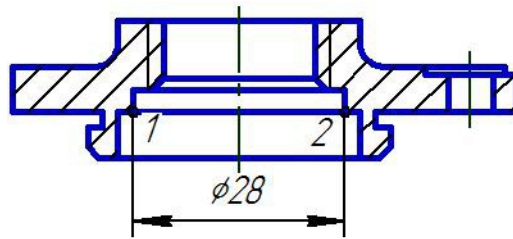

Рис. 1.64. Простановка линейных размеров.
- ➔ Задайте положение размерной линии и размерной надписи так, как показано на рис. 1.64.